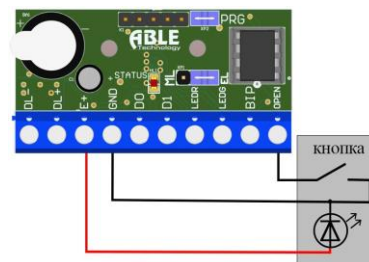

Рисунок 10. Підключення кнопки виходу
Контролер сумісний тільки з кнопками, що мають нормально розімкнені контакти (NO) для керування замком. Керуючі контакти слід підключити на клеми OP та GND (полярність не має значення). Також на ці контакти можна підключати додаткові пристрої керування (домофон та ін.). Якщо кнопка виходу має підсвітку, то контакти живлення підсвітки слід підключити до клем E+ та GND (рис. 10).